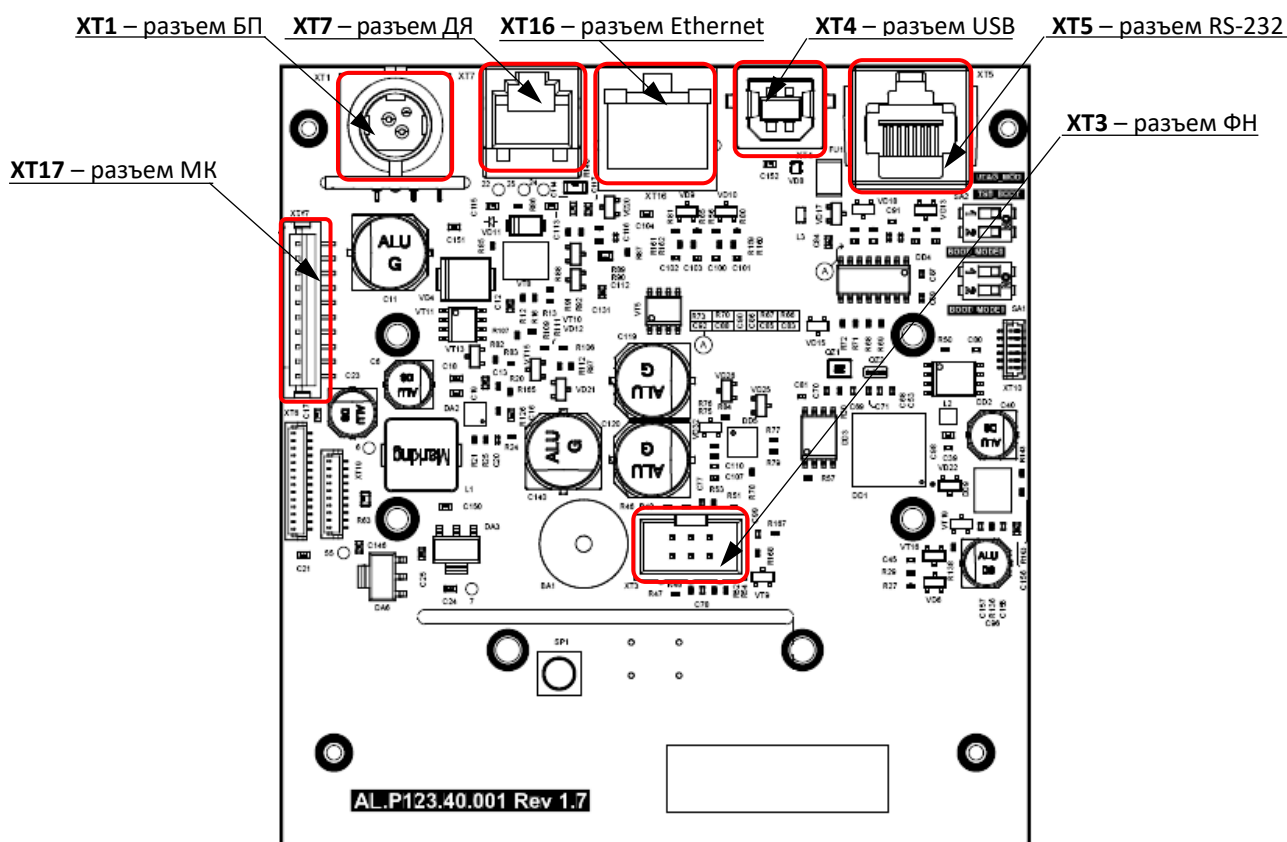
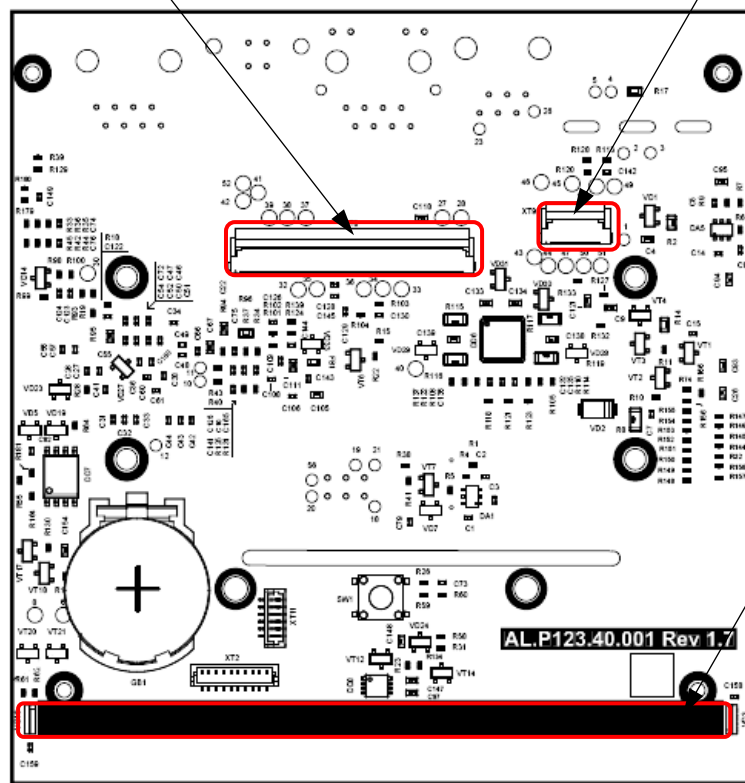

Рисунок 14. Расположение элементов блока управления AL.P123.40.000 (вид сверху – TOP)
Рисунок 15. Расположение элементов блока управления AL.P123.40.000 (вид снизу – BOT)
- Проверить наличие и количество разъемов блока управления. Блок управления AL.P123.40.000 должен содержать 8 разъемов (подробнее см. рисунок 14 и рисунок 15):